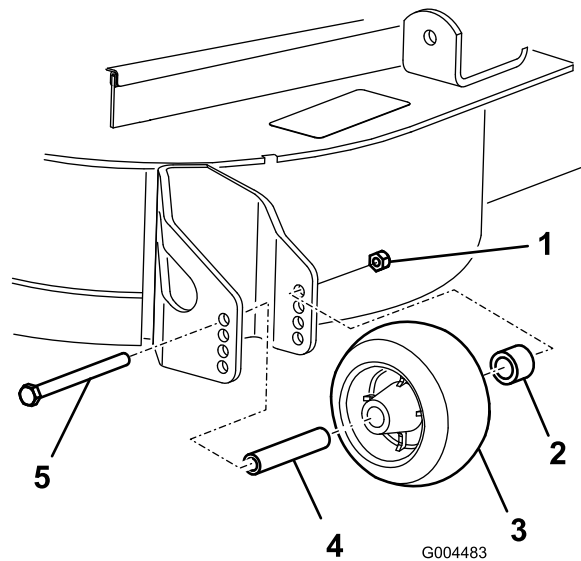

Figura 23
3. Después de ajustar la altura de corte, ajuste los rodillos retirando la tuerca con arandela prensada, el casquillo, el espaciador y el perno (Figura 23).
5. Instale la tuerca con arandela prensada, el casquillo, el espaciador y el perno. Apriete a 54–61 Nm (Figura 23).